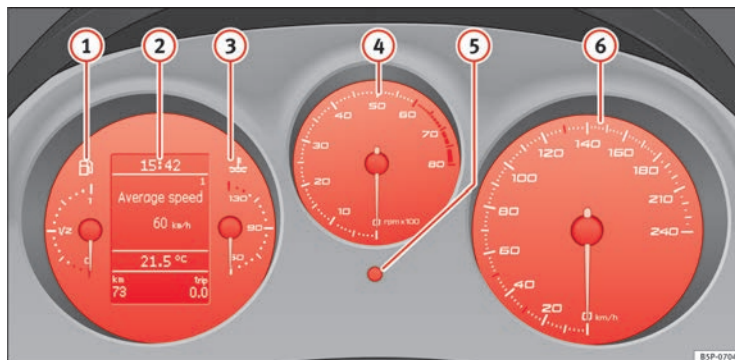

Abb. 34 Ausschnitt von der Instrumententafel: Kombiinstrument
Der Beginn des roten Bereichs ⇒ Abb. 34  weist auf die maximale Motor-drehzahl bei Betriebstemperatur hin. Vor Erreichen dieses Bereiches sollte in den nächsthöheren Gang geschaltet, die Wählhebelstellung D gewählt oder der Fuß vom Gaspedal genommen werden.
- Zur Einstellung der Stundenzahl den Einstellknopf ⇒ Abb. 34  bis zum ersten „Klick“ nach rechts drehen. Die Stundenzahl blinkt auf. Zur Einstellung der Stundenzahl den Knopf drücken. ▶